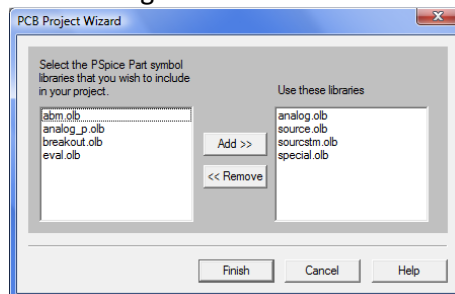

Fig. 4.
- Clic pe **Next**. Apare fereastra din fig. 4 :
- Pentru adăugare de biblioteci din fereastra **PCB Project Wizard** se selectează biblioteca și se dă clic pe **Add** (fig. 4).